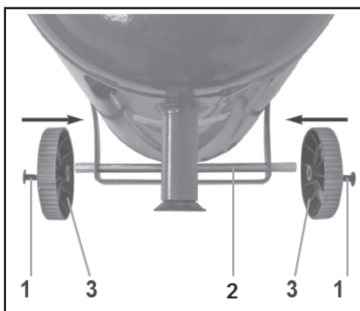

Рис. 2
- Установите на компрессор колеса (только для КПБ 190/24, КПБ 190/24+4К) (рис. 2);